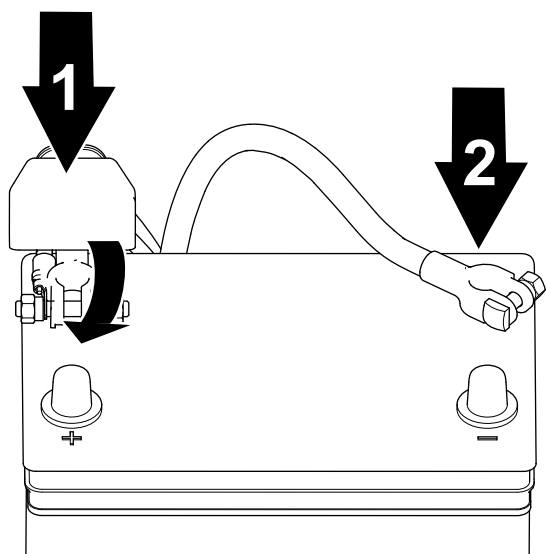

図 44
- プラス+ケーブルをバッテリーに接続し、クランプナットで接続する 図 44。
2. マイナス-ケーブルをバッテリーに接続し、クランプナットで接続する 図 44。